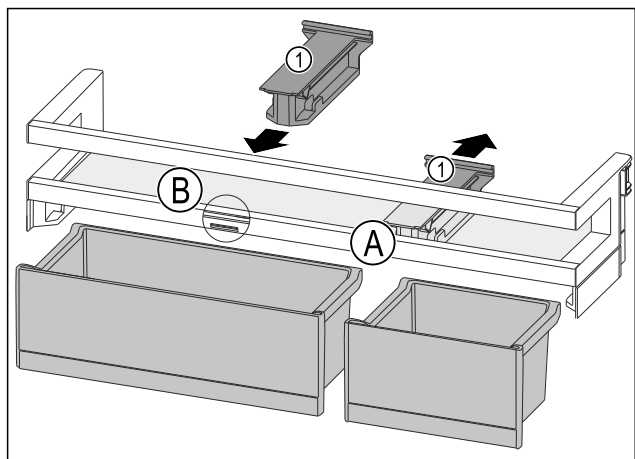

Fig. 82
- Pridržni dio Fig. 82 (1) u položaju Fig. 82 (A) skinite prema natrag.
- Pridržni dio Fig. 82 (1) umetnite u položaj Fig. 82 (B).